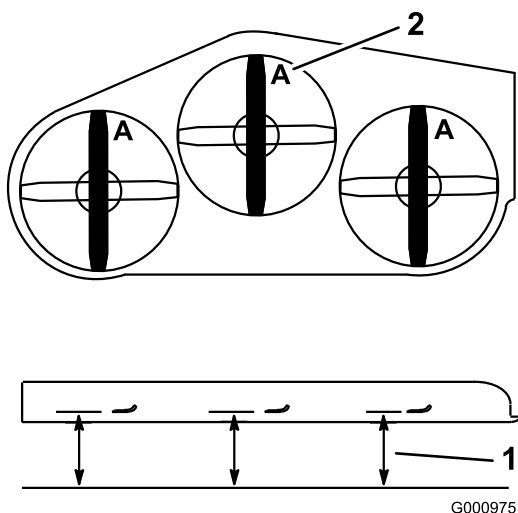

Figura 94
2. Mida desde una superficie nivelada hasta el filo de corte, posición **A**, de las cuchillas (Figura 94).